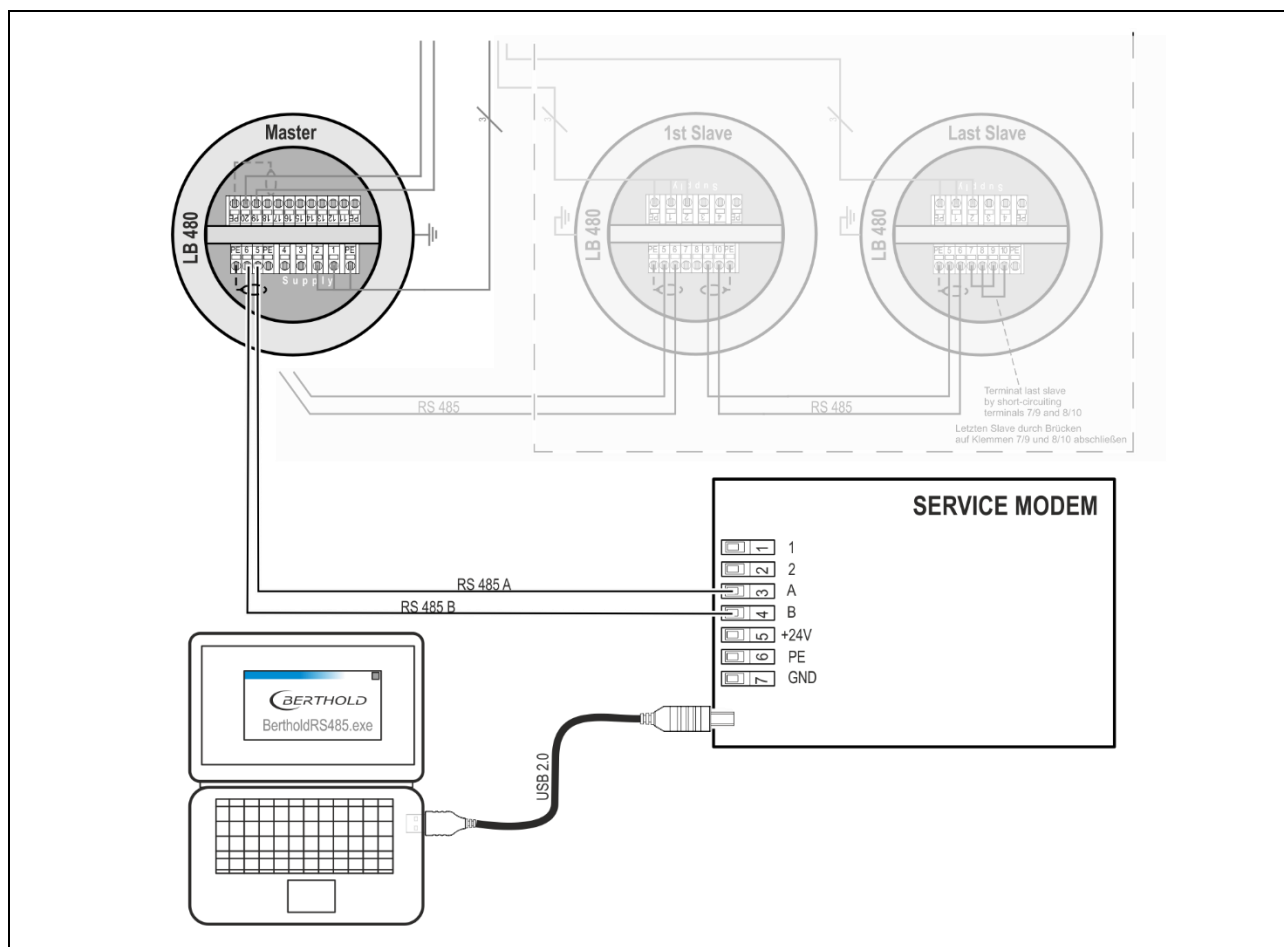

Abb. 1 Anschlusschema Master-Detektor – Service-Modem – PC
9. Klemmen Sie die RS485 Verbindung zum Slave-Detektor (Klemmen 5 und 6) ab. Verbinden Sie anschließend den Master-Detektor mit dem Service-Modem über diese RS485 Schnittstelle, siehe Anschlusschema Abb. 1 und die folgende Tabelle. Die Spannungsversorgung des Detektors darf während der Softwareaktualisierung nicht unterbrochen werden.